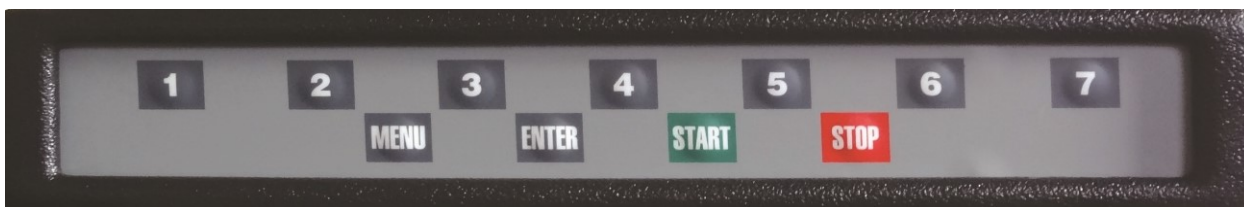

рис.8.1.
a. Описание клавиатуры. Данная модель СБ имеет клавиатуру, состоящую из 11 кнопок, расположенных в два ряда (рис. 8.1). Верхний ряд из семи кнопок, пронумерованных от 1 до 7 и имеющих разное функциональное назначение, которое указывается в каждый момент на изображении кнопок в нижней части экрана монитора. Четыре кнопки нижнего ряда имеют постоянное функциональное назначение: кнопка "МЕНЮ" для входа в режим меню, кнопка "ENTER" для ввода в память различных параметров, кнопка "СТАРТ" для запуска вращения вала, кнопка "СТОП" для выхода из различных режимов в основной рабочий режим и для экстренной остановки вала СБ.